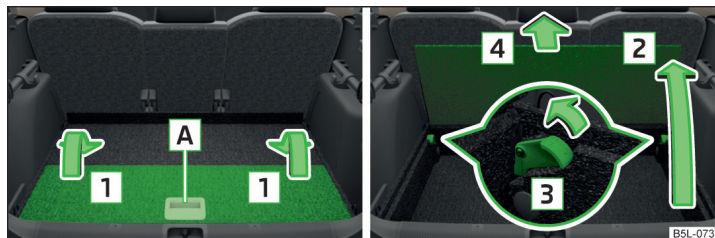

Fig. 111 Plegado/retirada del piso de carga variable
- Para **retirar**, agarrar el suelo de carga variable por el tirador **A** y plegar en el sentido de la flecha **1** » fig. 111.